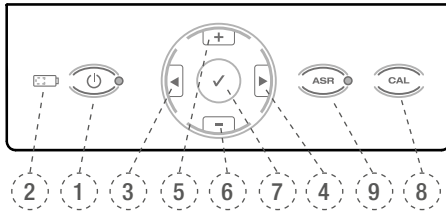

Abb. 4 Tastenfeld
- oder der Mikromotor wird gestartet, indem die Taste **BESTÄTIGEN** ✓ (7), Abb. 4 für 1,5 Sekunden gedrückt wird. Der Mikromotor kann durch Drücken einer beliebigen Taste oder durch Betätigen des Fußschalters wieder gestoppt werden. Um Batteriestrom beim Betrieb mit der Taste **BESTÄTIGEN** ✓ zu sparen, stoppt der Mikromotor automatisch nach 5 Minuten Nichtgebrauch.
Drücken Sie die Taste **AN/AUS**, um das Gerät auszuschalten. Die Batterie-LED (2), Abb. 4 leuchtet nicht, außer die Batterie wird geladen.
Die Kalibrierung **CAL** (8), Abb. 4 des Mikromotors stellt den Drehzahlwert jedes Mal automatisch ein, um die Genauigkeit des Drehmoments zu gewährleisten, wenn der Mikromotor ausgetauscht oder das Winkelstück ausgewechselt, autoklaviert und/oder geschmiert wurde.